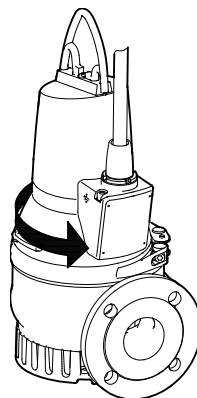

Fig. 11 Ryckriktning
3. Om den är korrekt ansluten kommer pumpen att rycka i motsatt riktning mot rotationsriktningen. Se fig. 11.